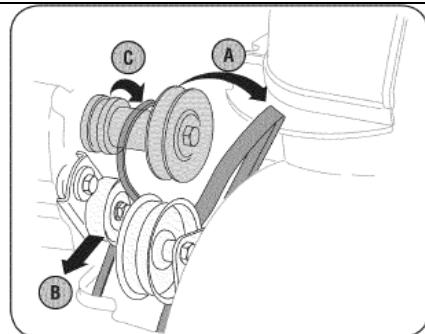

Рис. 33
- Демонтируйте ремень следующим образом См. Рис. 33: